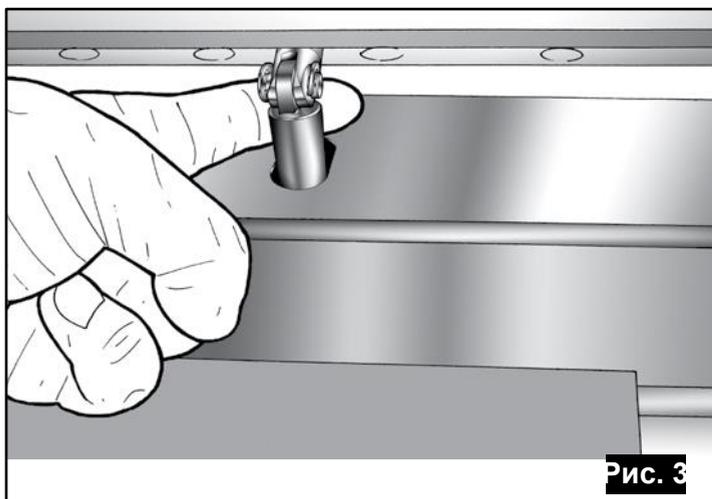

Рис. 3
- 2) Снимите пружинную шайбу с штифта крепления поршня (Рис. 3).